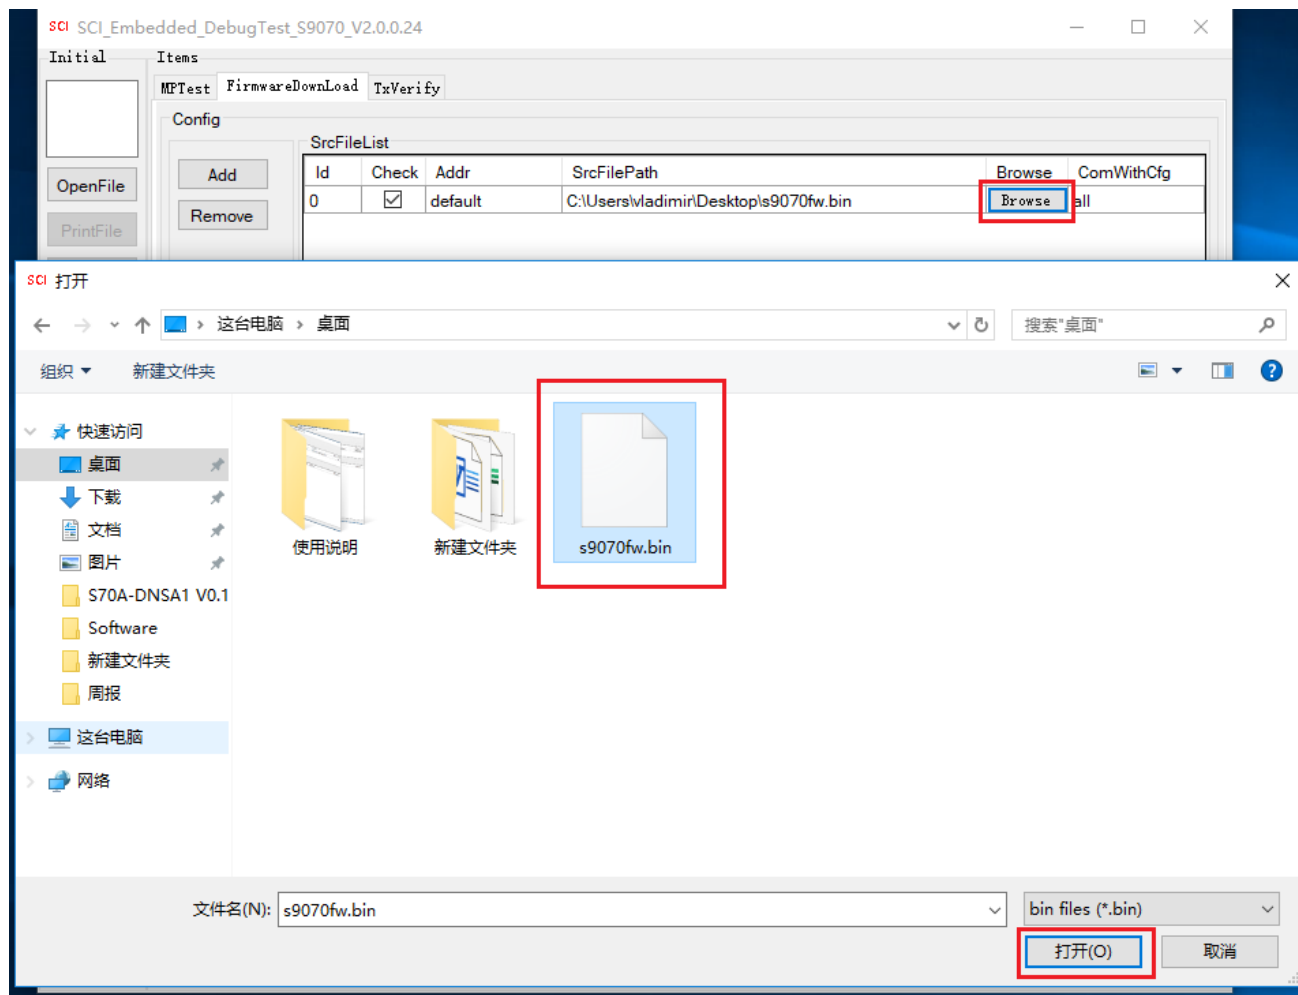

图 4-4
3、出现 Browse 按钮后，点击 Browse 按钮，找到需要更新的 Bin 文件所在路径，选中后点击打开，如图 4-4；